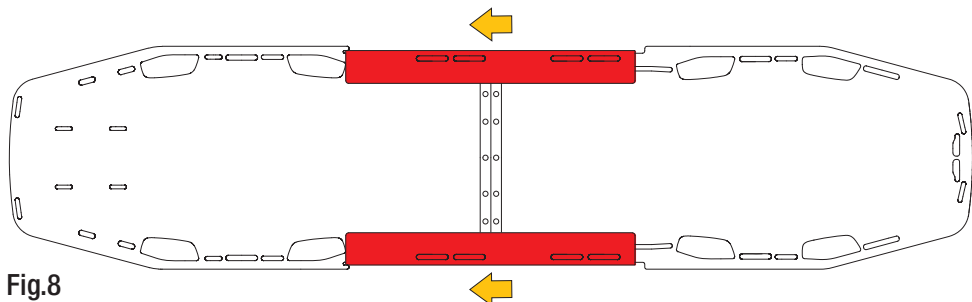

Fig.8
b) far scorrere i longheroni di irrigidimento fino a bloccarli in corrispondenza delle fessure laterali della tavola spinale (fig. 8)